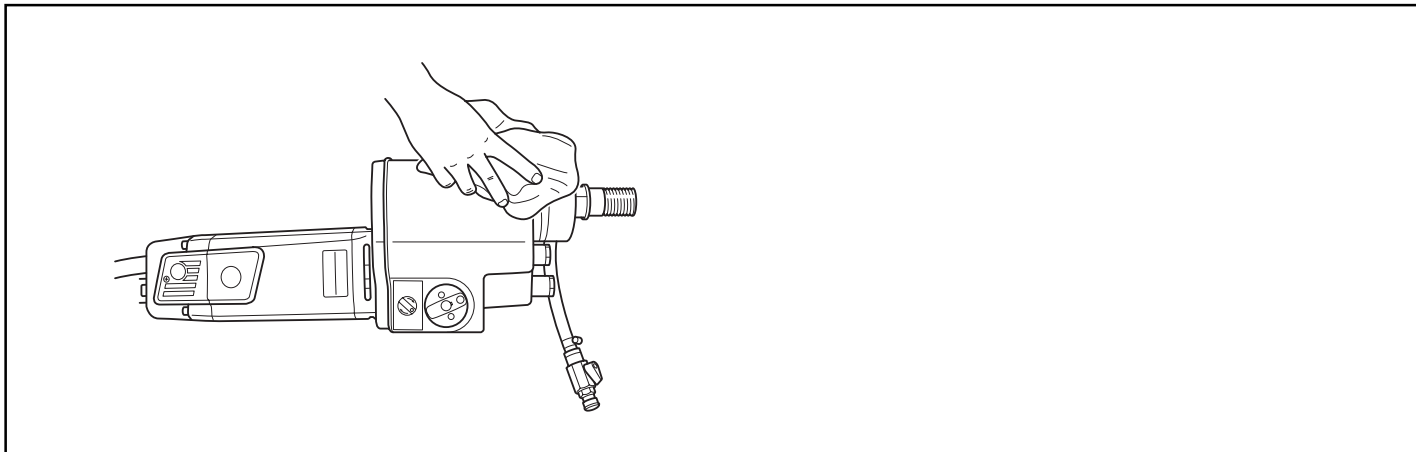

Fig. 8
- Keep the drill and drill bit clean in order for drilling to be carried out safely (Fig. 8).
- Das Gerät und den Bohrer sauber halten, um ein sicheres Bohren zu gewährleisten (Abb. 8).
- Nettoyer la machine et les trépan afin de garantir la sécurité pendant le perçage (fig. 8).